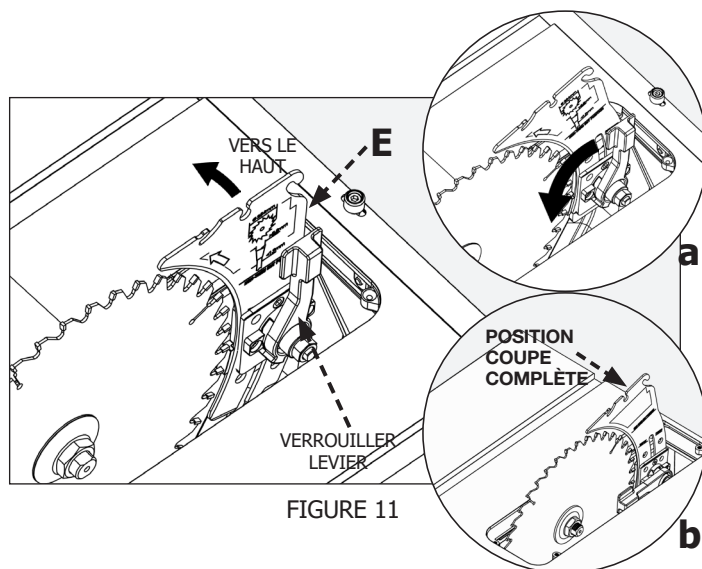

FIGURE 11
- Veillez à ce que le couteau diviseur soit correctement aligné sur la lame comme décrit dans la section « Réglage du couteau diviseur ». Consultez les figures 11 et 12
- Cette scie est livrée avec son couteau diviseur (E) installé en position basse ou « coupe incomplète ». Ce couteau diviseur correspond à l'épaisseur de la lame qui est livrée avec la scie. Pour installer les griffes anti-rebond et l'ensemble du protège-lame, levez d'abord le couteau diviseur de la position abaissée ou « coupe incomplète » à la position levée « coupe complète », comme suit :